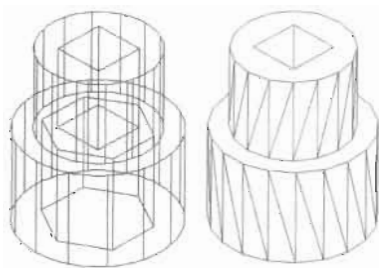

图 12-106
(3) 如图 12-106 所示的套筒是由两个圆柱体合并而成, 中间通过创建一个长方体和正六边形, 再用布尔运算从圆柱体中减去这两个模型得到的, 效果如图 12-106 所示。